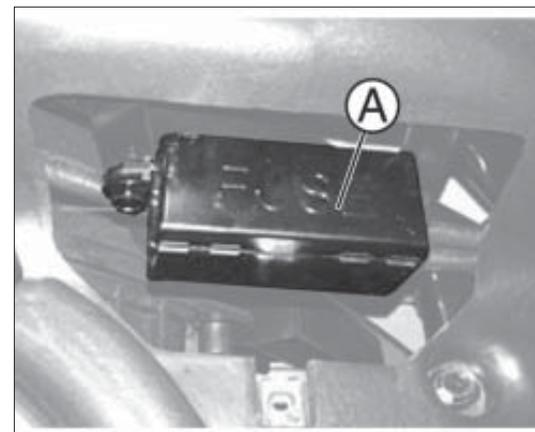

fig. 1
- para acceder a los fusibles, levante la cubierta A fig. 1;